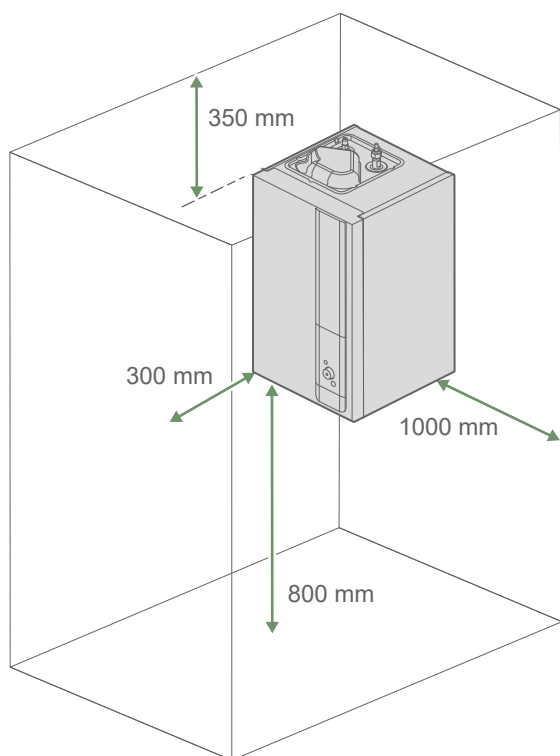

fig. 18 - Minimale vrije ruimte rond de binnenunit voor onderhoud
- Tijdens de werking kan er water uit de buitenunit lopen. Installeer het toestel niet op een terras, maar geef de voorkeur aan een afgevoerd gebied (grindbed of zand). Als de Installatieruimte wordt uitgevoerd in een gebied waar de temperatuur lange tijd onder 0°C kan liggen, controleer dan of de aanwezigheid van ijs geen gevaar oplevert. Het is ook mogelijk om een afvoerleiding aan te sluiten op de condensafvoer (optie) („Afb. 18 bladzijde 17).